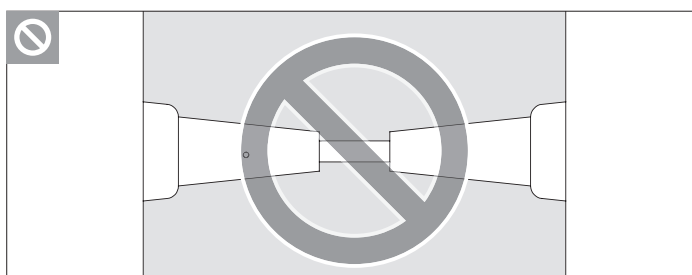

Fig. A3.04
- ⇒ Non installare due coni l'uno contro l'altro. (Fig. A3.04)